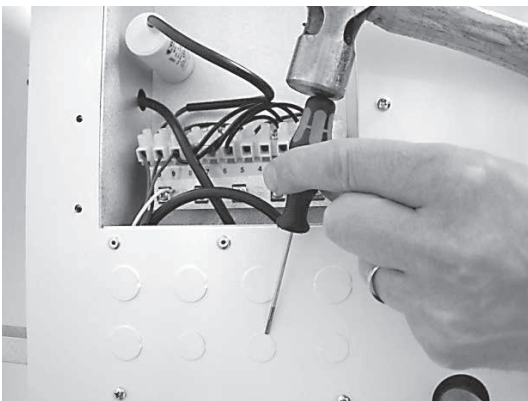
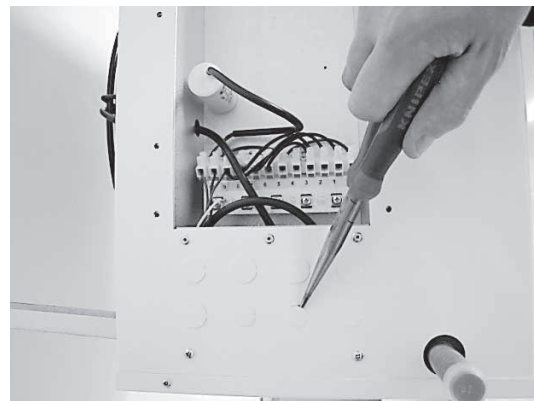

Bild 34
Bild 35
7. Die erforderliche Anzahl von Kabeldurchführungen mit einem spitzen Schraubenzieher und Hammer öffnen, siehe Bild 34. Die Abdeckung mit einer Zange entfernen, siehe Bild 35.